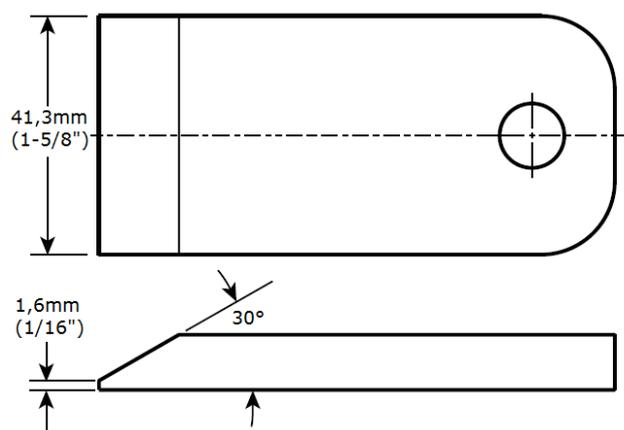

Abbildung 16: Fase an der Klappe
16. Fasen Sie das Ende der Klappe wie in **Abbildung 16** gezeigt an.